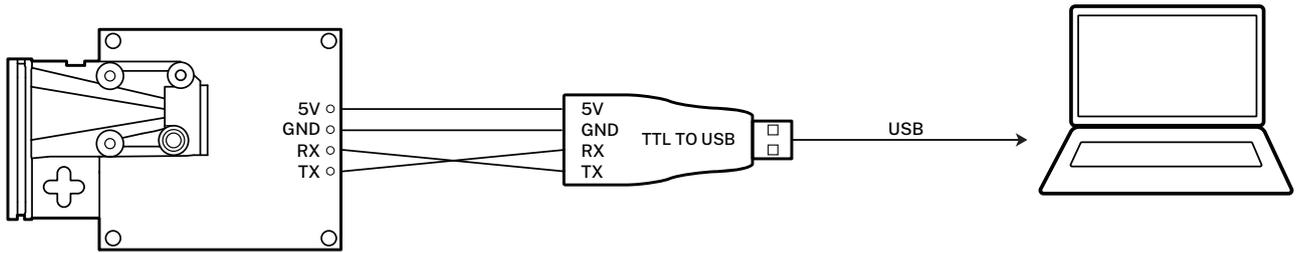

图 2. L1 接线图（EN 脚功能详见 2.1 电气接线图处的说明）
1. 按照图 2 所示，传感器的 5V、GND，分别和 TTL 转 USB 转换器的 5V、GND 连接；